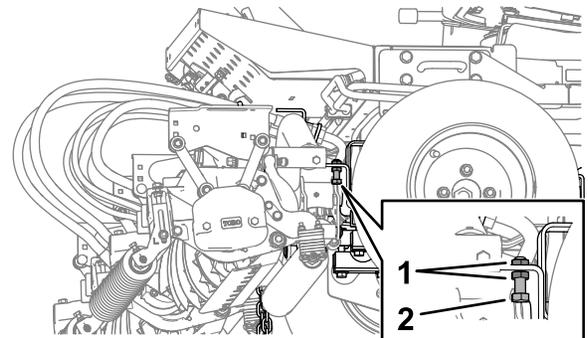

Рисунок 28
1. На каждой стороне машины ослабьте зажимные гайки и ослабьте затяжку упорных болтов подъемных рычагов (Рисунок 28).